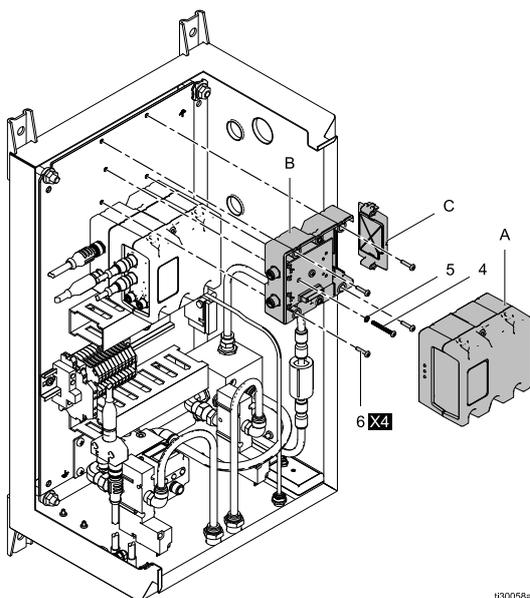

Figure 3 Drehzahlreglergehäuse
- a. Mit den Schrauben (6) den Sockel (B) im Schaltgehäuse montieren (siehe Abb. 3, 4 und 5 oben).
- b. Erdungsschraube (4) und Unterlegscheibe (5) einsetzen und so festziehen, dass die Erdungsschraube in der Montagehalterung sitzt.